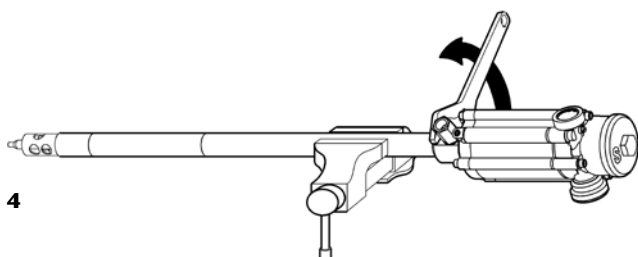

Fig. 4
3. Desenrosque el motor de aire del tubo de aspiración y tire del motor de aire hacia fuera hasta que quede visible el pasador (fig. 4).